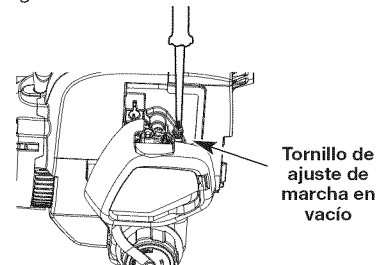

Fig. 23
La velocidad de marcha en vacío del motor se puede ajustar. Hay un tornillo de regulación de marcha en vacío entre la tapa del filtro de aire y la carcasa del motor de arranque (Fig. 23).
- Suelte el gatillo del regulador y deje que el motor se mantenga en marcha en vacío. Si el motor se detiene, inserte un destornillador pequeño phillips en el tornillo de ajuste de marcha en vacío (Fig. 23). Gire el tornillo de marcha en vacío en sentido de las agujas del reloj 1/8 de vuelta cada vez (según sea necesario) hasta que el motor funcione en marcha en vacío sin inconvenientes.